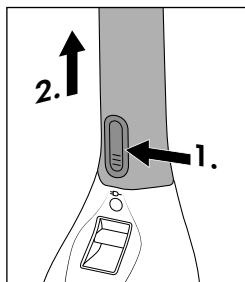

Fig. 3
- ♦ Tryk på oplåsningsknappen 3, og tag forsigtigt det lange håndtag 2 af motorenheden 8 (se fig. 3).